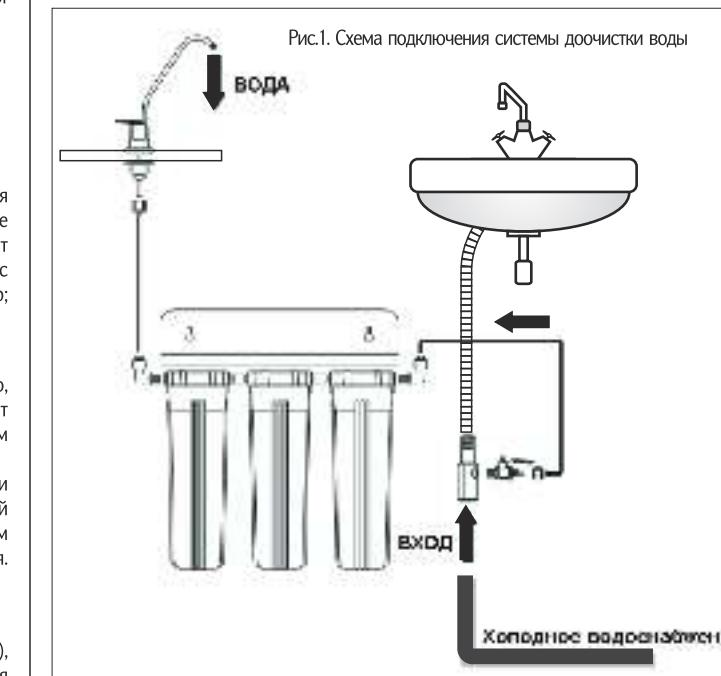

Рис.1. Схема подключения системы доочистки воды
3.1 Система доочистки воды устанавливается под кухонной мойкой и подключается к водопроводу с помощью адаптера (рис.1).